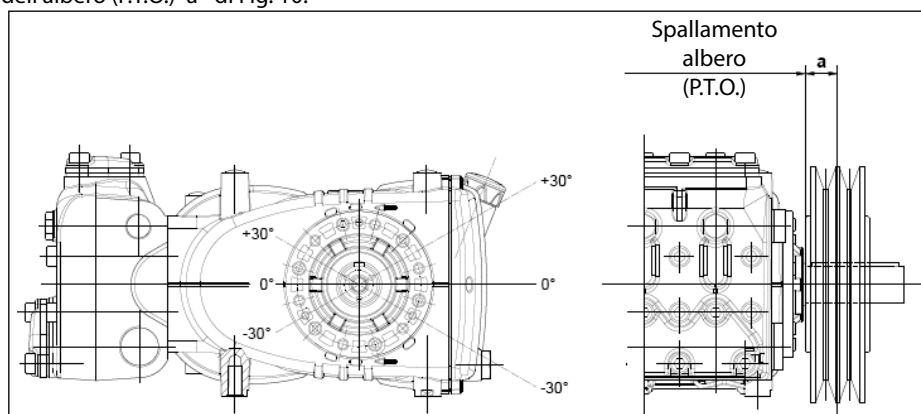

Fig. 10
Il carico radiale sull'albero non deve essere superiore a 4500 N (valore necessario per la definizione del Lay-out). La trasmissione è considerata adeguata se tale carico è applicato ad una distanza massima $a = 50$ mm dallo spallamento dell'albero (P.T.O) come indicato in Fig. 10.
- b) Utilizzare cinghie ad alto rendimento - per esempio **XPB** invece di **SPB** - in quanto risulterà necessaria una quantità inferiore di cinghie a parità di potenza trasmessa ed una conseguente distanza inferiore della risultante rispetto allo spallamento dell'albero (P.T.O.) "a" di Fig. 10.
- e) Seguire la direzione del tiro cinghia come indicato in Fig. 10 per esigenze diverse contattare l'**Ufficio Tecnico** o **Servizio Assistenza Clienti**.